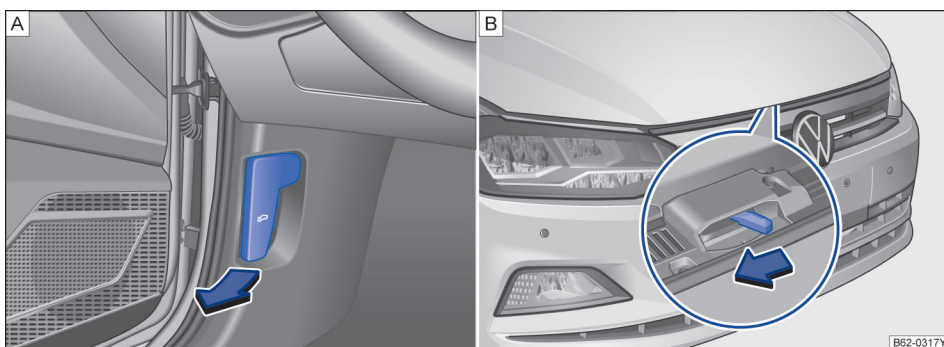

图 140 A 发动机舱盖锁开启手柄。B 散热器格栅上方用于打开发动机舱盖的分离杆
- 将车门打开沿图示箭头方向拉开启手柄→图 140 A，舱盖在弹簧机构的作用下弹开稍许。
- 略微抬起发动机舱盖，拨动锁钩，使锁钩脱离→图 140 B→⚠️